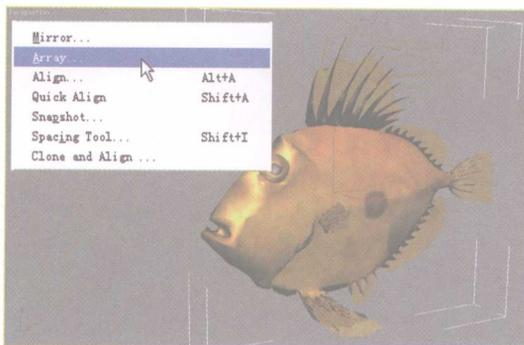

图1-23 执行阵列命令
**01** 打开光盘中所提供的“DVD01\实例文件\第1章\阵列工具.max”文件，并在菜单栏中执行Tools（工具）>Array（阵列）命令，如图1-23所示。